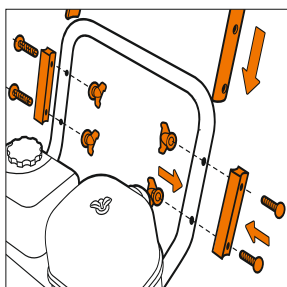

Рис. 1
- Выкрутите болты и гайки из верхней части нижней рукоятки с каждой стороны (Рис. 1).